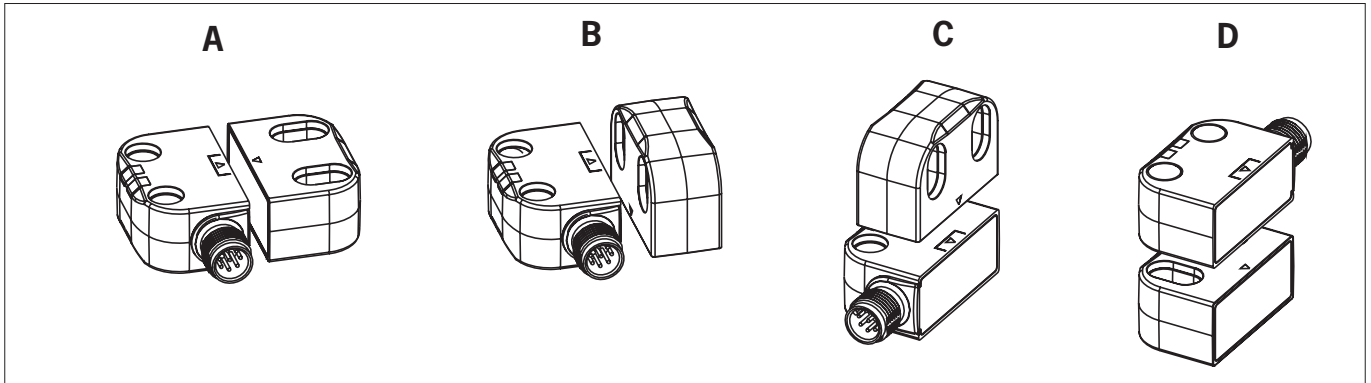

Bild 1: Zulässige Einbaupositionen für Betätiger CES-A-BTN-C07-... und A-FLX-C07-...: Pfeilrichtung auf dem Gerät beachten.
- › Zulässige Einbaupositionen beachten (siehe Bild 1 und Bild 2).